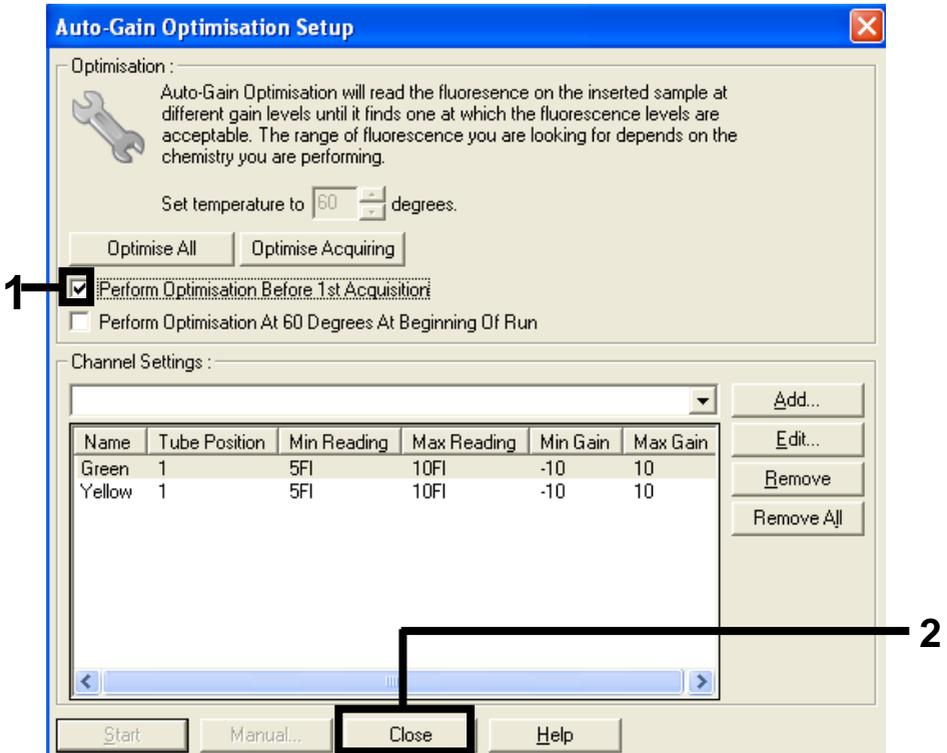

Figura 32. Seleção dos canais verde e amarelo.
14. Marque a caixa Perform Optimisation before 1st Acquisition (Realizar otimização antes da 1ª aquisição) e, em seguida, clique em Close (Fechar) para voltar ao assistente (Figura 32).